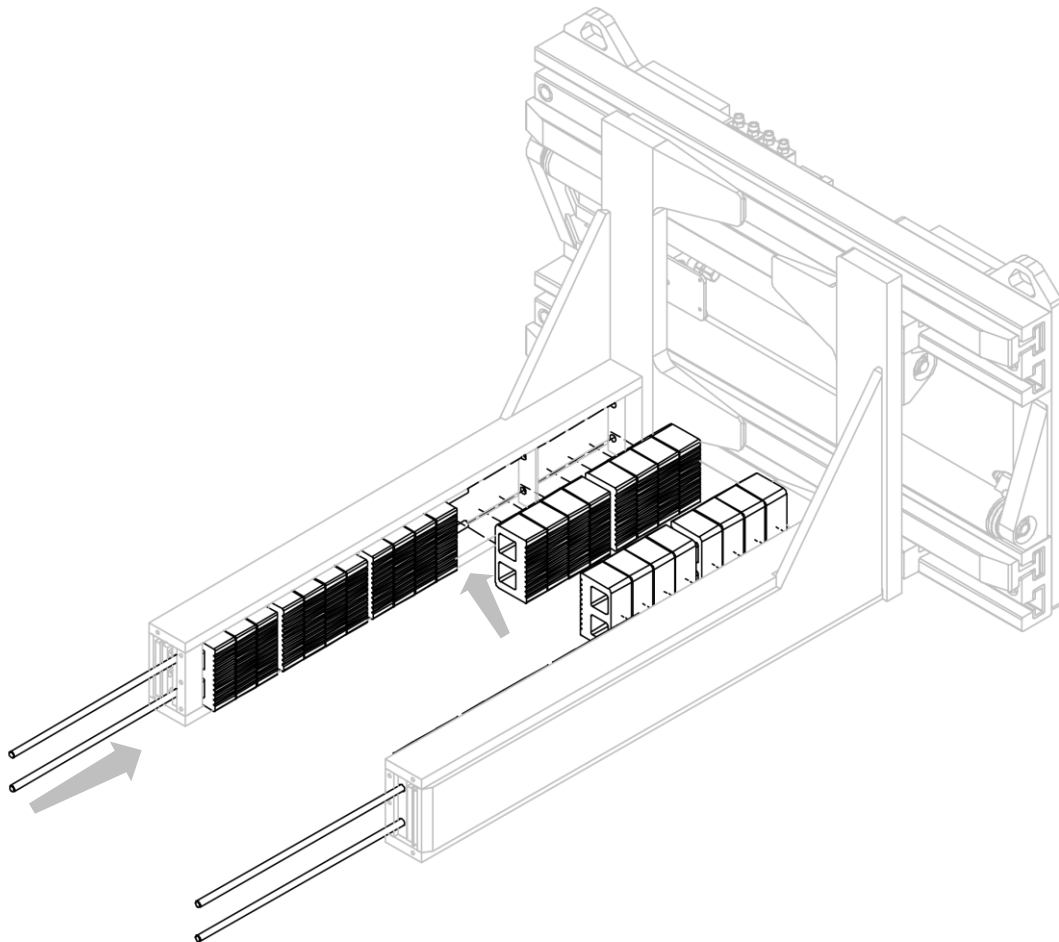

Abbildung 18
2. Setzen Sie die Feststellbolzen in ihre Aufnahmen, wobei Sie darauf achten müssen, die Polyurethandruckstücke gleichzeitig einzusetzen (siehe *Abbildung 18*).